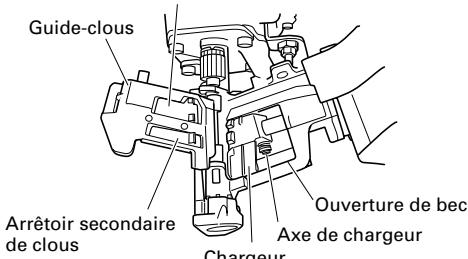

Fig. 14
(2) Ouvrez le guidage de clous et enlevez la poussière etc. (voir Fig. 14)